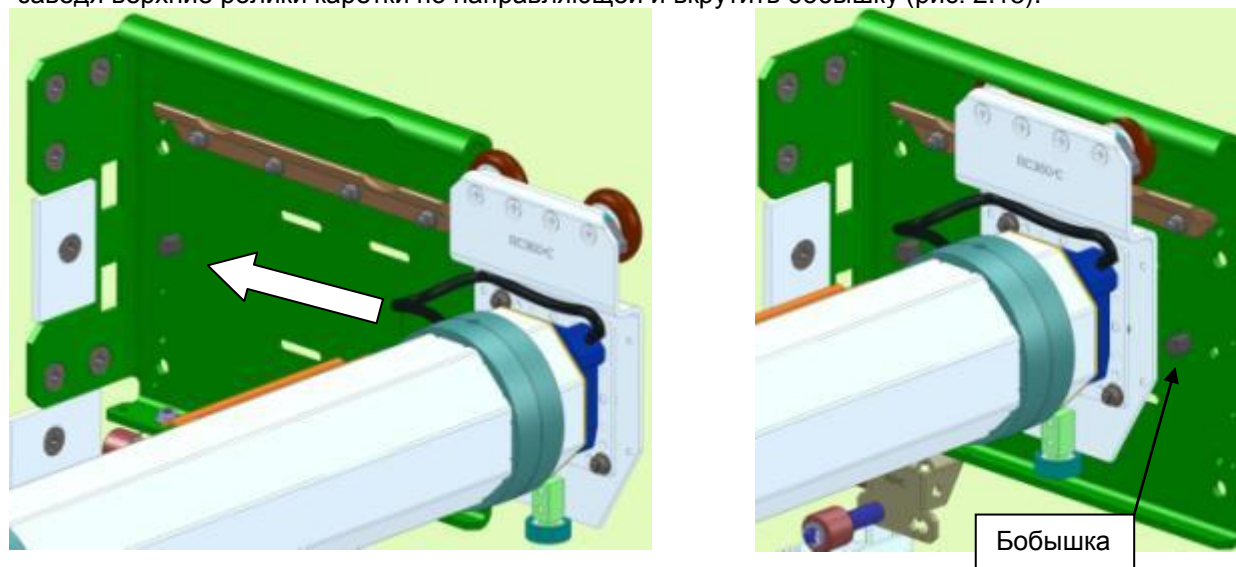

Рисунок 2.15. Установка каретки RC360/С с приводом на консоль ССМ
2.2.5. Установить на консоль ССМ каретки с установленным валом и внутривальным приводом, заведя верхние ролики каретки по направляющей и вкрутить бобышку (рис. 2.15).